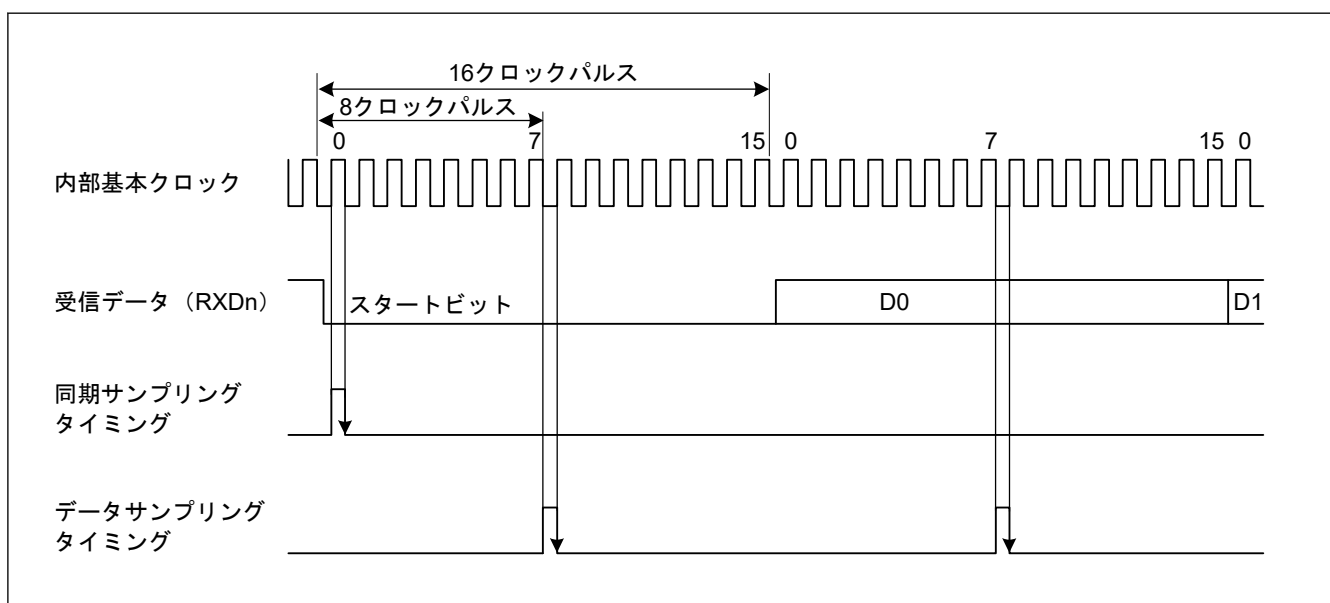

図 29.7 調歩同期式モードでの受信データサンプリングタイミング
また、図 29.7 に示すように、受信データは基本クロックの 8 パルス目^(注1)の立ち上がりエッジでサンプリングされるため、各ビット (サンプリング時間を調整しない場合 (SPTR.ASEN = 0)) の途中でデータが取り込まれます。調歩同期式モードでの受信マージンは以下の式 (1) のように表すことができます。
スタートビットの決定条件は、Low 状態がビットの中間点より後ろまで続くことです。サンプリングタイミングと同様です。図 29.7 では、スタートビットを検出するためには Low 状態が 8 サイクルより長く続く必要があります。Low 状態が 8 サイクルより長く続かなかった場合は、IP はこれをノイズと判断します。したがって IP はスタートビットの受信待機をしません。